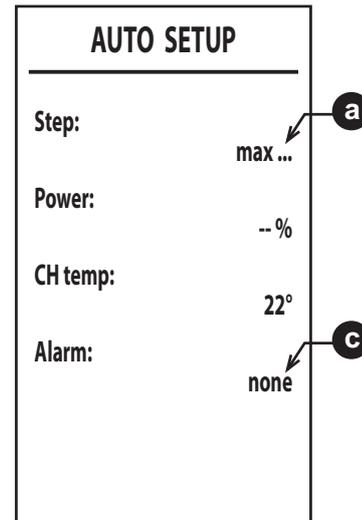

fig. 51
- Si la fase de encendido no tiene éxito, aparece el mensaje **[max_err]** en el punto **a** y un código de error en el punto **c** (fig. 51). En la **Nota 2**, se indican algunas causas posibles del fallo de encendido. Salga de Auto Setup pulsando la tecla **↻**, resuelva la anomalía y repita el procedimiento desde el punto 1.